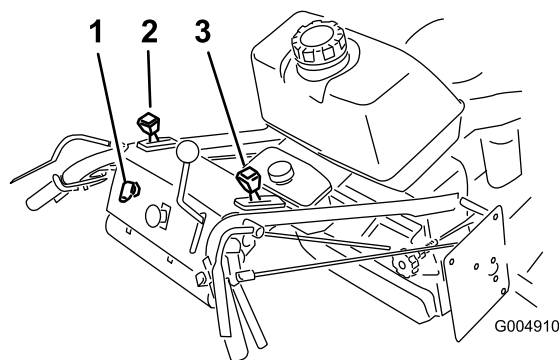

Figure 6
6. Placez la manette d'accélérateur en position haut régime et la manette de starter en position activée avant de démarrer le moteur s'il est froid (Figure 6).
2. Placez la manette d'accélérateur en position de bas régime (Figure 6).